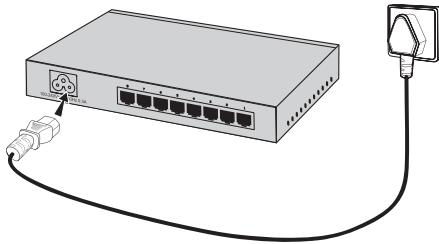

图3-2 电源连接示意图
2. 交换机原装电源线连接交换机与电源插座，如**图3-2**所示。